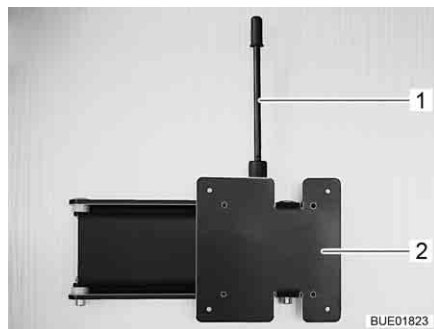

Bild 98 Wandhalterung
- Den Entriegelungshebel (Bild 98,1) nach oben ziehen und die Halterung (Bild 98,2) mit dem Flachbildschirm in die gewünschte Position drehen.